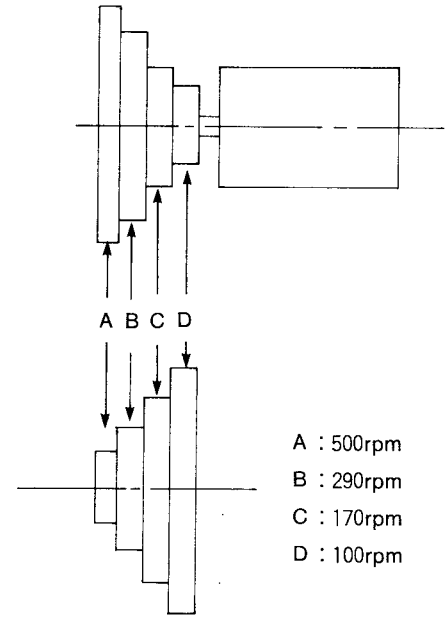

図 2-30
- ・本機の工作物の回転数は、図 2-30 に示すように 4 種類ある。したがって、その中から適切な回転数を選ぶことになる。ここでは、計算値に近い値を選び、 $N' = 170\text{rpm}$  に設定する。